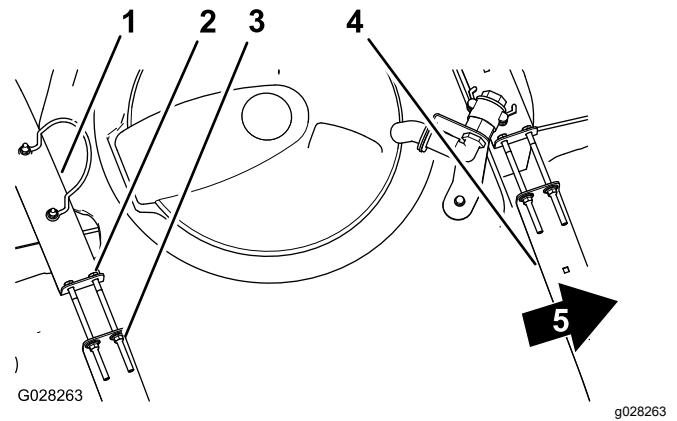

Bild 20
3. Wenn die Behälterriemen lose am Behälter angebracht sind, ziehen Sie die Sicherungsbundmutter und Schrauben oben an den Riemen an, bis sie mit der Behälterfläche bündig sind (Bild 20).
2. Prüfen Sie, ob Sie zwischen den Behälterriemen und dem Behälter eine Bewegung feststellen können (Bild 20).